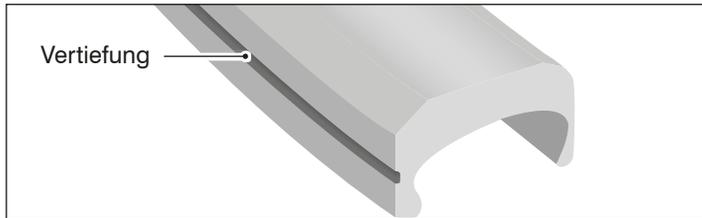

Abb.: W-2 Felge mit einer Vertiefung in der Felgenflanke.
1. Prüfen Sie, ob an den Felgen Ihres Fahrrades Vertiefungen zur Bestimmung der Verschleißgrenze vorhanden sind (siehe Kapitel „Fahrradpass“ oder Abb.: W-2).